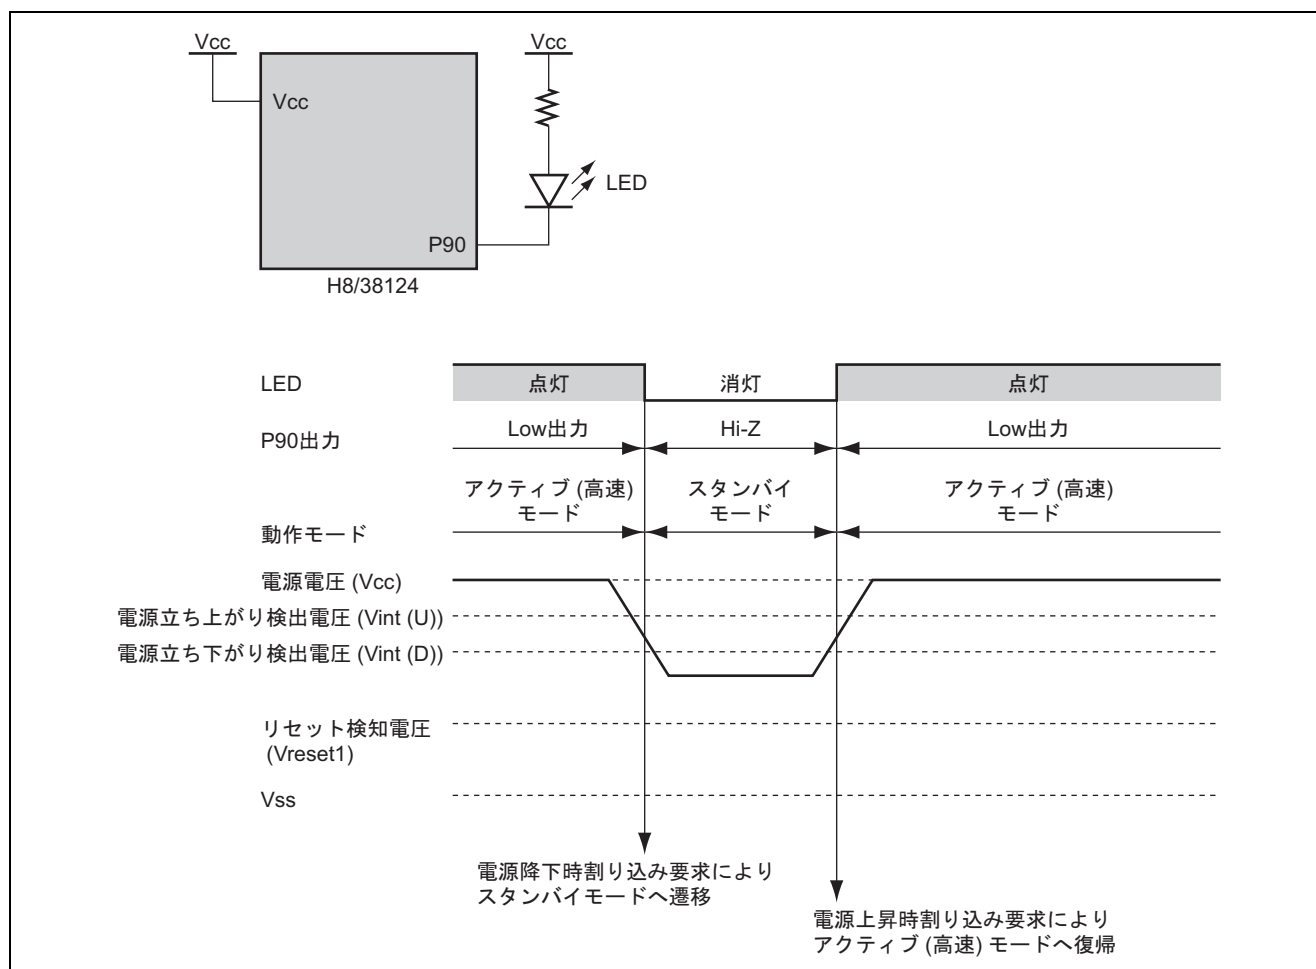

図 1 低電圧検出回路を使用した低電圧検出 (内部基準電圧使用)
- 図 1 に低電圧検出回路を使用した低電圧検出 (内部基準電圧使用) を示します。